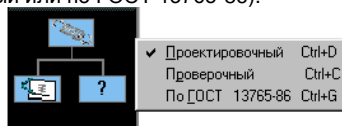

Рис. 4.2 Кнопка *Выбора* типа расчетов.
- щелкнуть левой кнопкой мыши по кнопке *Выбор типа расчета* (рис. 4.2) в основном окне программы.